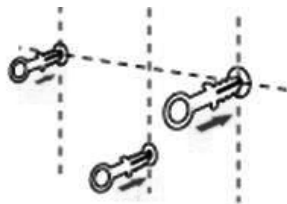

Abb. 7
3. Führen Sie die 3 Dübel in die Löcher ein (Abb. 7).